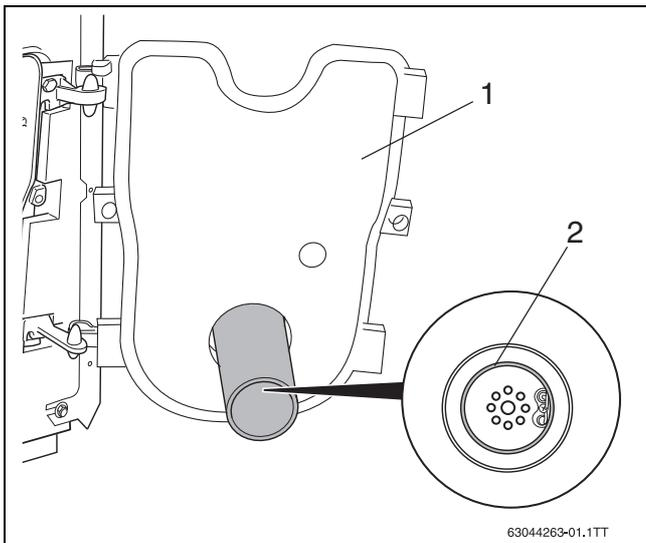

Bild 37 Korrekten Sitz der Dichtung kontrollieren
- ▶ Bei geöffneter Brenntür (→ Bild 37, [1]) den korrekten Sitz der Dichtung (→ Bild 37, [2]) prüfen.
- ▶ Brenntür schließen (→ Bild 37, [1]) und Befestigungsschrauben der Brenntür festziehen (ca. 10 Nm).